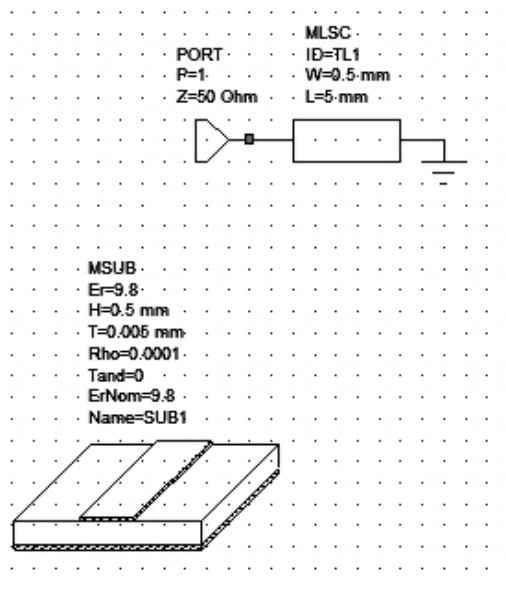

Рис. 3.2
3. Откройте окно просмотра элементов. Раскройте группу **Micro-strip** и из подгруппы **Lines** поместите в окно схемы элемент короткозамкнутого отрезка линии **MLSC**. Добавьте порт на входе схемы (рис. 3.2).